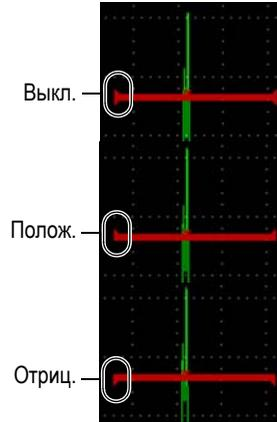

Рис. 7-8 Метки на концах строба, указывающие на тип пороговой сигнализации
При настройке пороговой сигнализации, внешний вид меток на концах строба меняется. При положительных логических сигнализациях метки направлены вверх, а при отрицательных логических сигнализациях – вниз (см. Рис. 7-8 на стр 140). Все условия срабатывания сигнализации сохраняются в регистраторе данных ЕРОСН 650, когда сигнализация строба активна и срабатывает во время сохранения файла. Все сохраненные идентификаторы (ID) с активной сигнализацией отображают А1 для сигнализации строба 1, А2 для сигнализации строба 2, и АIF для сигнализации интерфейсного строба.